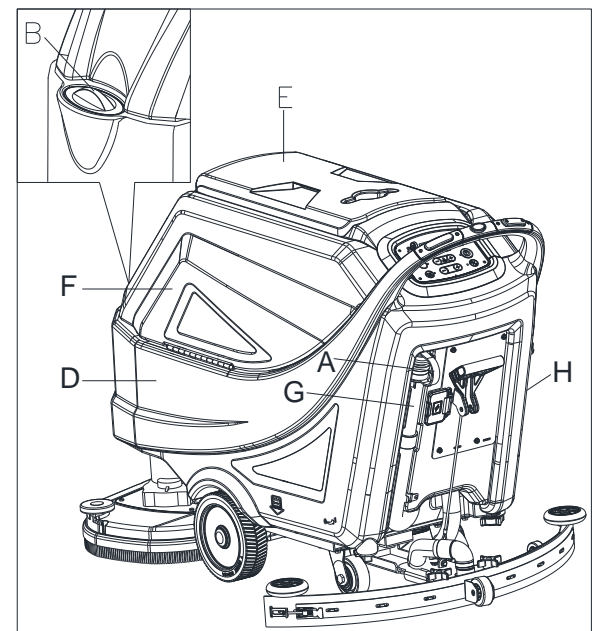

Figure 12
- Ouvrir le couvercle d'entrée d'eau (B, Figure 12).
- Ne pas trop remplir le réservoir, se reporter à l'indicateur de niveau d'eau (H) pour le volume d'eau.